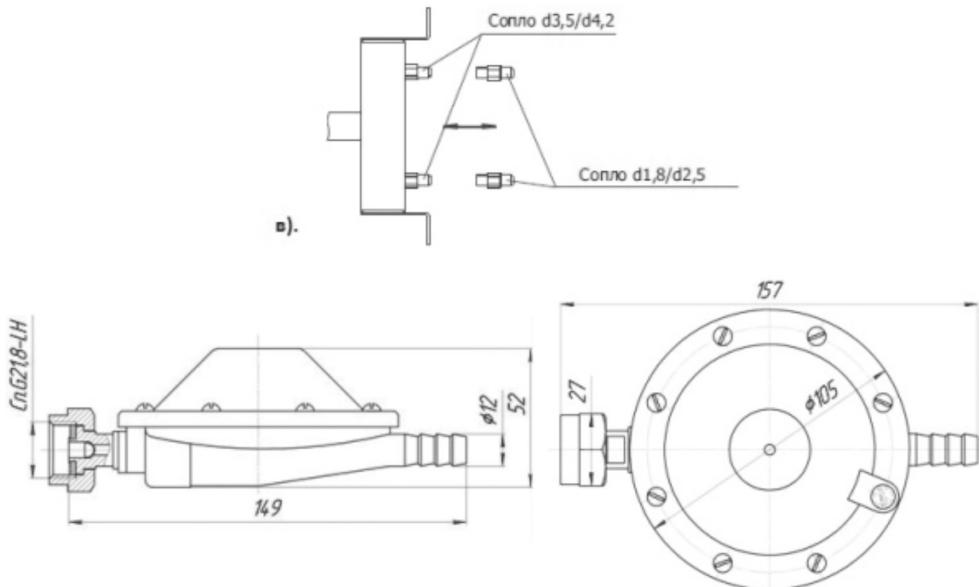

Рисунок 10 - Схема переналадки изделия для работы на сжиженном газе
1. Открутить с фланца пилотной (запальной) горелки гайку и ниппель инжектора с трубкой медной, снять инжектор для запальной горелки (Рисунок 10а). Взамен его установить в пилотную горелку инжектор под сжиженный газ из комплекта по переналадке. Закрепить трубку медную на фланце горелки ниппелем инжектора с помощью гайки инжектора. Убедиться в надежной фиксации.
2. Снять с клапана газового SIT NOVA 820 ограничитель давления (латунный колпачок на верхней части клапана), находящийся под заглушкой пластмассовый установочный винт и пружину (Рисунок 10б) и заменить их ограничителем давления под сжиженный газ из комплекта переналадки. Момент затяжки ограничителя давления - 1 Нм.
3. Снять с газовода сопла и заменить их соплами из комплекта (Рисунок 10в). В зависимости от мощности горелки сопла отличаются количеством и диаметрами проходных сечений (Таблица 3), поэтому важно производить замену только на сопла с соответствующей маркировкой